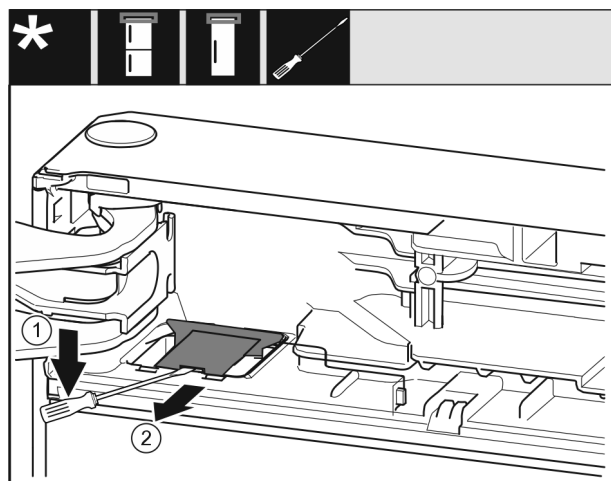

Fig. 7
- ▶ S ploščatim izvijačem iztaknite pokrov in ga dvignite. Fig. 7 (1)
- ▶ Pokrov vzemite ven. Fig. 7 (2)